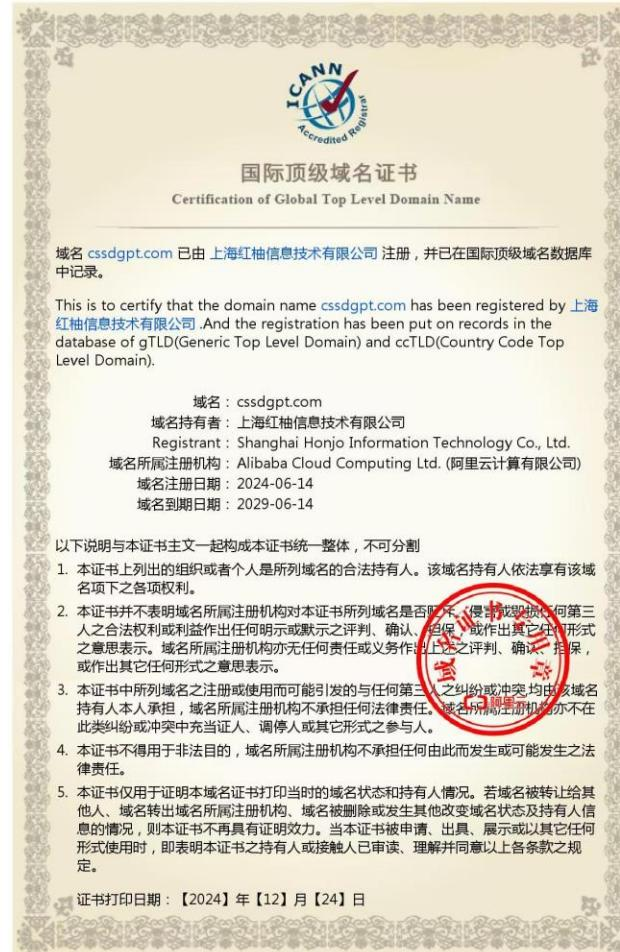

图 4.1A: cssdgpt.com 注册域名证书。
- cssdgpt.com** 门户 - 提供一个易于记忆的访问入口 (图 4.1A);